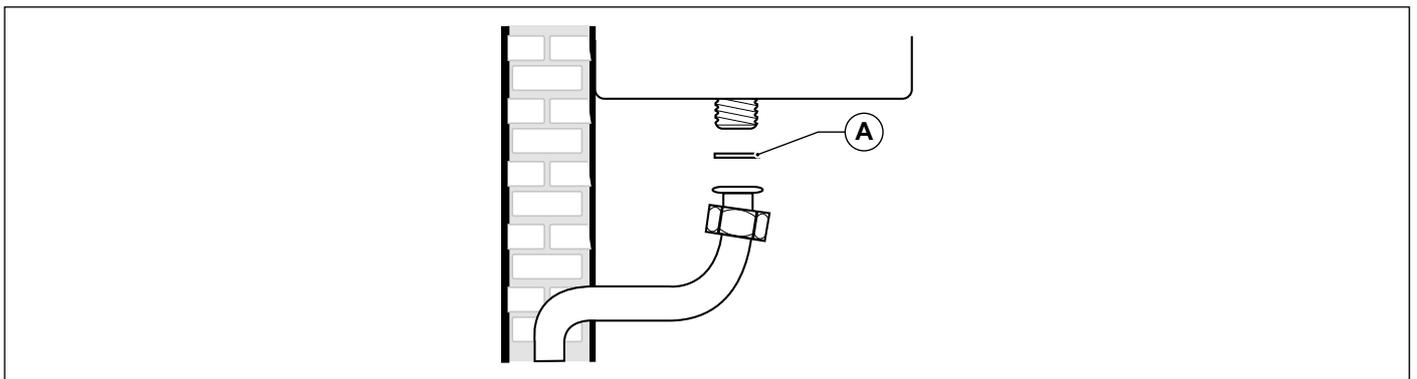

Fig. 19 Racordare la rețeaua de gaz
Pentru a conecta racordul de gaz al centralei termice la țevile de alimentare, este **OBLIGATORIU** să interpuneți o garnitură de etanșare (A) de mărime și din material adecvat (vezi Fig. 19 Racordare la rețeaua de gaz).